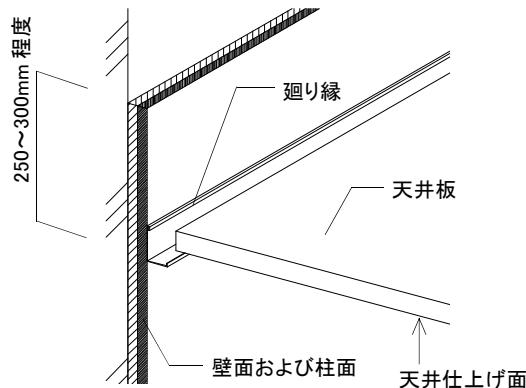

図2-3-1 壁面の仕上がり高さ
① 壁面が天井仕上面より250~300mm程度上方まで仕上げてあることを確認する。(図2-3-1参照)